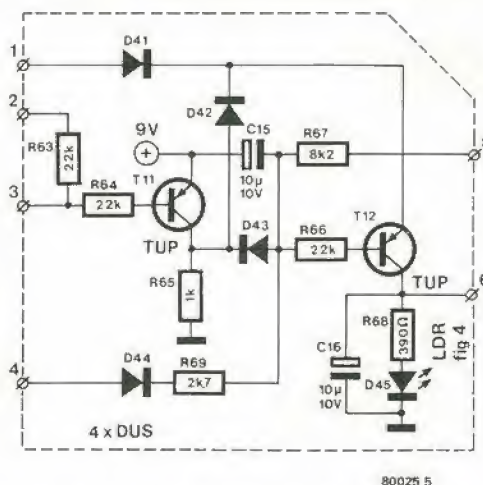
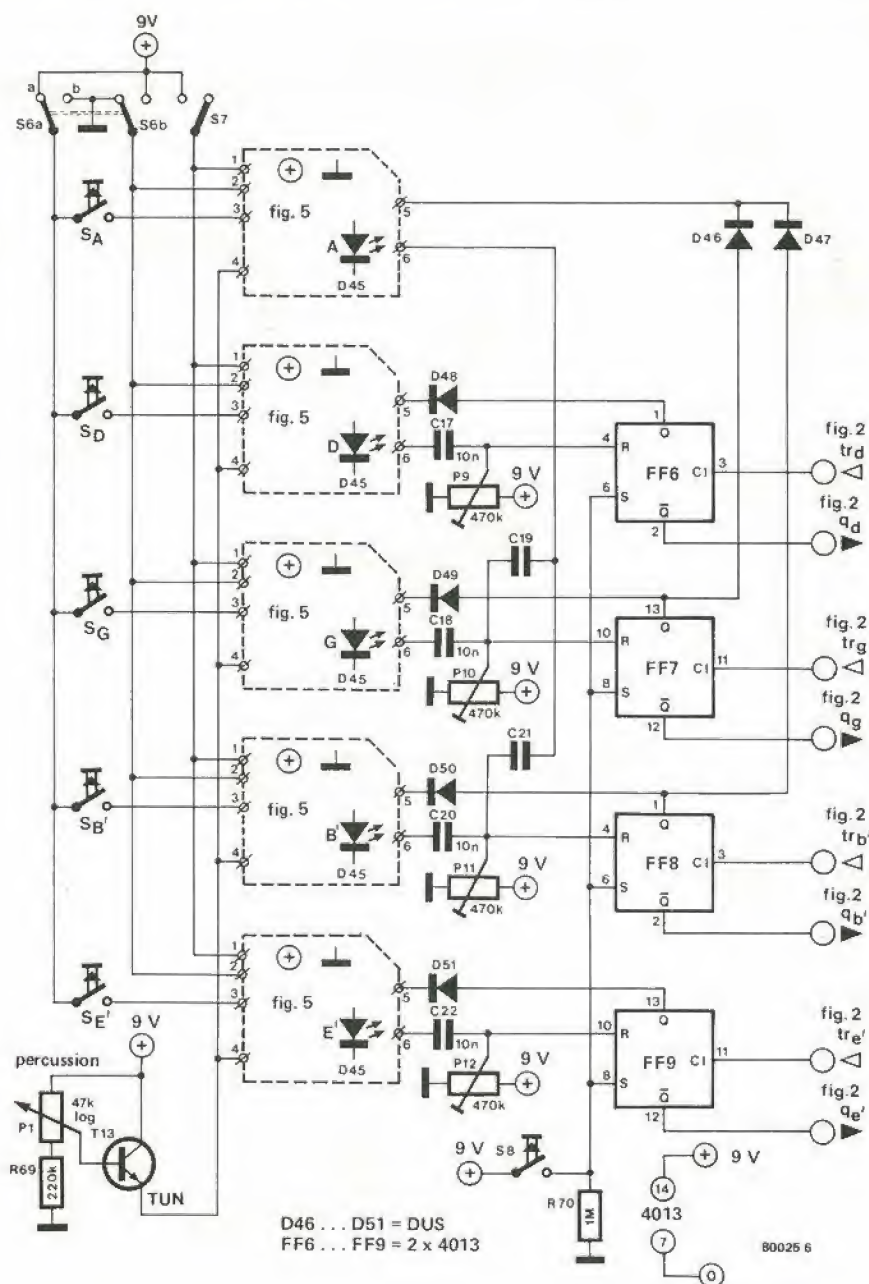

Figura 5. Il generatore di inviluppo. Questi moduli (cinque in tutto) determinano le caratteristiche di "attacco" e di "smorzamento".
Figura 6. La sezione dei generatori di inviluppo al completo. Si possono scegliere per mezzo di S6 ed S7 quattro differenti modi di suonare lo strumento.
Il circuito completo è una cosa piuttosto complicata e non è il genere di lavoro che si può mettere insieme in un'ora o due. Occorrono un gran numero di componenti (a buon prezzo); c'è un complicato cablaggio da e per gli interruttori e ci sono molti accordi da fare. Per motivi di chiarezza il circuito è stato diviso in sei circuiti parziali. I tasti di nota ed i quattro oscillatori appaiono in figura 2. Due diversi tipi di stadio divisore sono mostrati in figura 3a e 3b e la figura 4 mostra come questi possono essere usati nel circuito complessivo. La figura 5 è il generatore ad involuppo. Cinque di questi generatori sono combinati come appare in figura 6. Infine, la figura 7
Figura 4. La sezione completa dei divisori ed i controlli del livello di uscita. Le LDR sono illuminate dal LED (vedi figura 5) quando deve essere prodotto un segnale di uscita.
Questi corrispondono ad accoppiatori ottici: cinque LED (D45 nelle figura 5 e 6) e cinque LDR (RE' RA in figura 4).
L'uscita di ciascun oscillatore è prelevata tramite un transistor (T2, T4, T6 e T8); questo è "comandato" dai segnali "q" provenienti dalla figura 6. I segnali "tr" vanno nell'altro senso: da figura 2 a figura 6.
Il circuito di figura 6 rileva il rilascio di un tasto di nota (come sarà spiegato in seguito) e quindi smorza rapidamente la nota di uscita della corda corrispondente. Il circuito dei tasti di nota corrispondenti alla corda B' è più complicato degli altri tre, perchè deve anche fornire il segnale CA. Questo segnale viene usato per controllare la generazione del suono della quinta corda (in figura 4). La nota per questa quinta corda (A) è derivata dalla corda B' se il segnale di CA è a livello logico basso e
Le uscite degli stadi divisorii vanno ad uno stadio miscelatore "controllato con la luce". Ciascuna uscita (comprese le due uscite A della quinta corda) è applicata tramite una rete resistiva che comprende una LDR (R_E R_A). La quantità di luce che arriva alla LDR determina il livello d'uscita per quella determinata corda. Questo significa che ciascuna LDR, con un LED accoppiato, in figura 5 è in linea di principio equivalente ad un economicissimo VCA.
Il livello di uscita per ciascuna corda è definito dalla quantità di luce che arriva alla corrispondente LDR in figura 4. Se si preme brevemente un tasto di corda, sulla LDR cade un breve impulso luminoso con le giuste caratteristiche di attacco e smorzamento. L'impulso luminoso è prodotto dal circuito di figura 5.
L'effettiva sorgente luminosa è il LED D45. Cinque di questi generatori d'involuppo, così sono chiamati, vengono impiegati nell'intero strumento. Il circuito complessivo si vede in figura 6. Per ogni corda si usa uno dei generatori d'involuppo. Naturalmente i LED devono essere montati vicino alla corrispondente LDR (il LED
Con i vari interruttori di figura 6 nelle posizioni mostrate, il segnale principale di controllo per ciascun generatore d'involuppo perviene dal corrispondente tasto di corda (S_E S_A).
Prima che un tasto sia azionato, l'ingresso 2 di figura 5 è collegato al conduttore comune dell'alimentazione tramite S_6 . T_{11} (figura 5) è in conduzione; C_{15} a questo punto viene fatto scaricare, cosicché T_{12} è interdetto; il LED non è acceso. L'azionamento di un tasto di corda, manda la connessione d'ingresso 3 alla tensione di alimentazione positiva, provocando l'interdizione di T_{11} . C_{15} si carica piuttosto rapidamente, in modo che la tensione alla giunzione C_{15}/R_{66} cade. Al rilascio del tasto, T_{11} comincia nuovamente a condurre; tramite D_{42} manda corrente a T_{12} e, mentre si scarica attraverso R_{66} e la giunzione base-emettitore di T_{12} , questo transistor passa in conduzione ed il LED si accende. C_{15} e C_{16} producono le desiderate caratteristiche di attacco e di smorzamento. La nota viene quindi prodotta quando il tasto viene rilasciato.
In figura 6, P_1 regola una polarizzazione in c.c. alle connessioni d'ingresso 4 di tutti i generatori d'involuppo. Come si può notare in figura 5, questa polarizzazione determina la minima tensione a cui C_{15} può essere caricato quando T_{11} è interdetto; essa definisce inoltre la caratteristica di scarica iniziale di questo condensatore e di conseguenza le caratteristiche di attacco-smorzamento.
I commutatori S_6 ed S_7 di figura 6, vengono usati per selezionare altri tipi di "suono". Con S_6 in posizione "b" ed S_7 lasciato nella posizione (aperta) che appare in figura, si ottiene un suono "percussivo": all'inizio T_{11} è interdetto e C_{15} è carico, dimodochè la nota si produce immediatamente all'azionamento del tasto. Anche se il tasto viene mantenuto premuto, la nota si smorza. Per contro, con S_7 commutato in chiusura ed S_6 in posizione "a", si ottiene un effetto più rassomigliante all'organo: la nota suona fintanto che il tasto di corda rimane premuto; dopo il rilascio del tasto, la nota si smorza gradualmente ("sustain"). Infine, con S_6 in posizione "b" ed S_7 chiuso, una nota apparirà quando si azionerà uno dei tasti di nota.
Quattro flip-flop, FF_6 FF_9 di figura 6, assicurano che la nota si smorzi rapidamente dopo il rilascio del corrispondente tasto di nota, sempre come in una normale chitarra. Come detto in precedenza essi bloccano l'uscita in figura 2. Inoltre l'uscita Q viene usata per scaricare rapidamente C_{15} (figura 5). Un tasto "damper" (di smorzamento) è anche presente: azionando S_8 tutte le corde ammutoliscono rapidamente, con lo stesso effetto che si ottiene
L'accordatura è una faccenda un pochino complessa, come con quasi tutti gli strumenti musicali. Primo: figura 6. I cursori dei predispositori P_9 P_{12} , sono per prima cosa girati a fondo verso il comune dell'alimentazione. Vanno quindi girati fino al punto nel quale la nota si sente azionando il corrispondente tasto di corda (con S_6 ed S_7 nella posizione indicata).